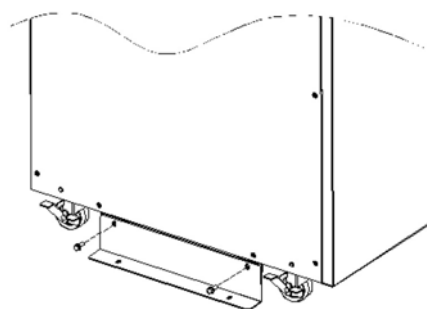
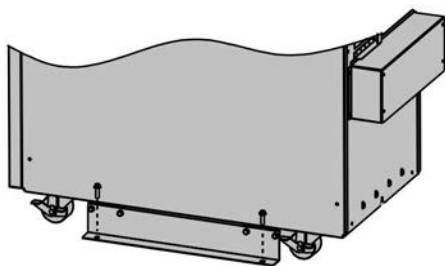

Fig. 8.
Fig. 9.
- ❑ Préalablement à baisser l'équipement il faut retirer les supports stabilisateurs (voir figure 8) car, si non, ils compliqueront la procédure et ils se déformeront dû à l'impact contre la pente en bois, en pouvant occasionner des dommages en la structure de la boîte ou armoire de l'équipement.
- Si on l'estime opportune et comme une mesure préventive, on peut remonter les supports stabilisateurs (voir figure 8) afin d'éviter que l'équipement puisse tomber. En option, on peut immobiliser l'équipement, en le fixant au sol à travers des trous prévus dans le même support (voir figure 9).